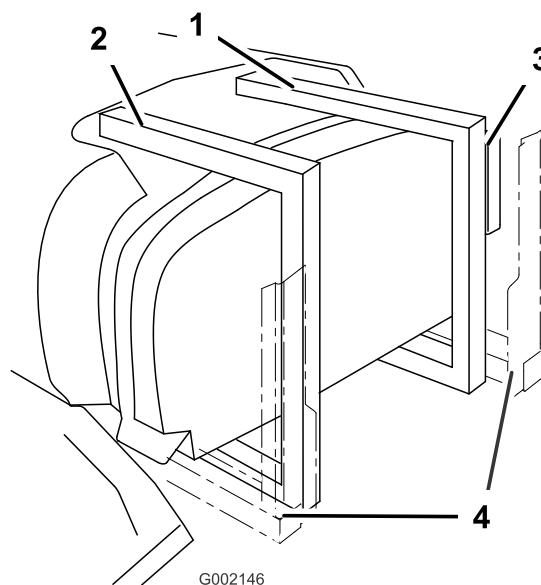

Bild 4
4. Die Stützen sollten um das hintere Ende des Behälters verlaufen (Bild 4).